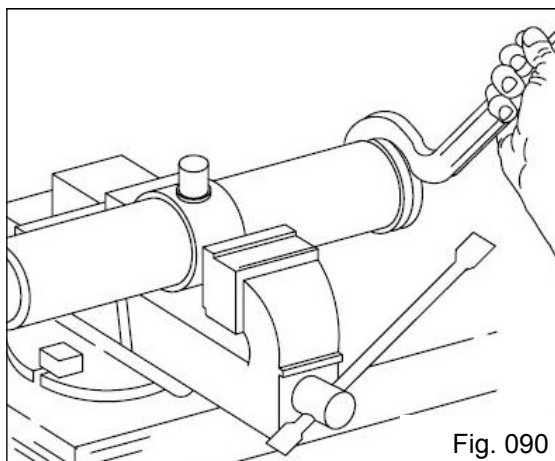

Fig. 090
- Fixe o cilindro em uma morsa (Fig. 090) e com uma chave especial, solte a porca do guia, retirando a haste com o êmbolo;